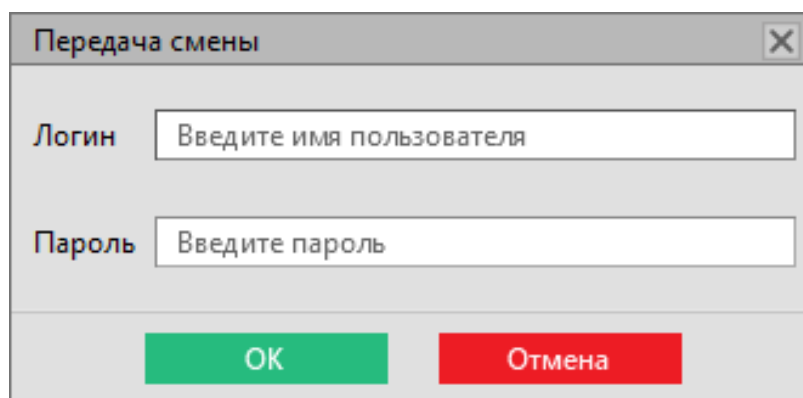

Рисунок 37 - Реквизиты оператора
2. Введите реквизиты оператора, которому передается смена и нажмите **ОК** (Рисунок 37).